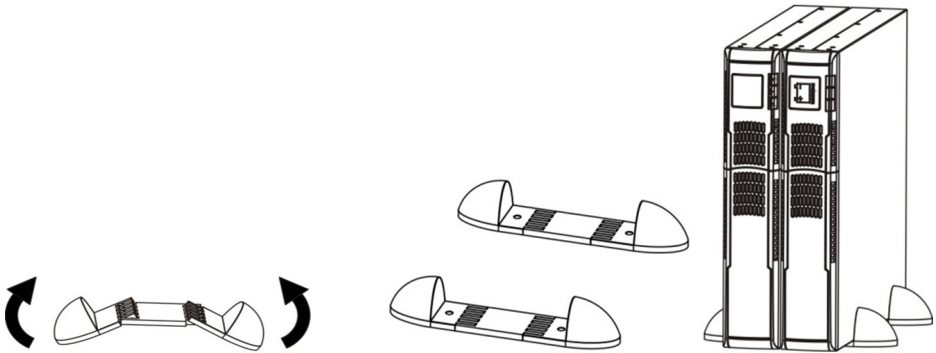

Рисунок 9 – Порядок установки ИБП совместно с БМ в вертикальное напольное (настольное) положение
**7.1.5** Установку ИБП совместно с БМ в вертикальное положение следует производить аналогично п.7.1.4 при помощи кронштейнов для вертикальной установки и длинных вставок кронштейнов из комплекта поставки батарейного модуля (см. рисунок 9).